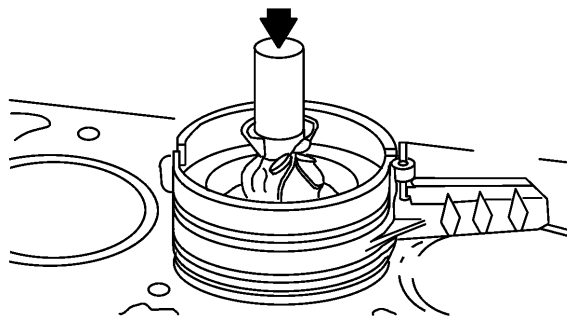

图 5-19 活塞连杆组装入气缸
4) 将活塞连杆组按正确的方向置入气缸,然后使用专用的活塞环压缩器将活塞环压缩,然后用木锤把将其轻轻推入缸内,如图 5-19 所示。